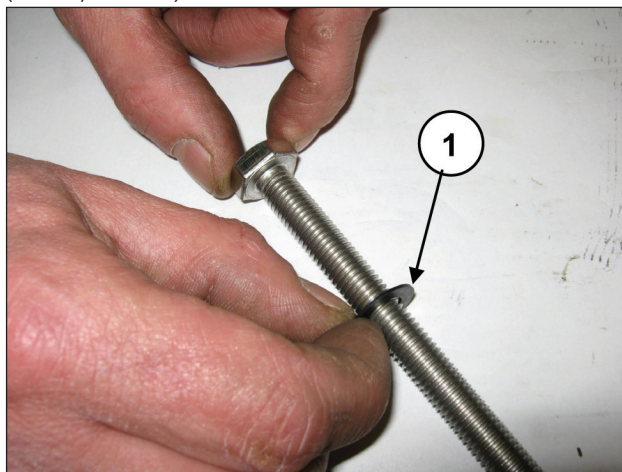

Рис. 181
Наденьте шайбу Ø10x18x0,9 на крепежный винт поршня (поз. ①, Рис. 181).